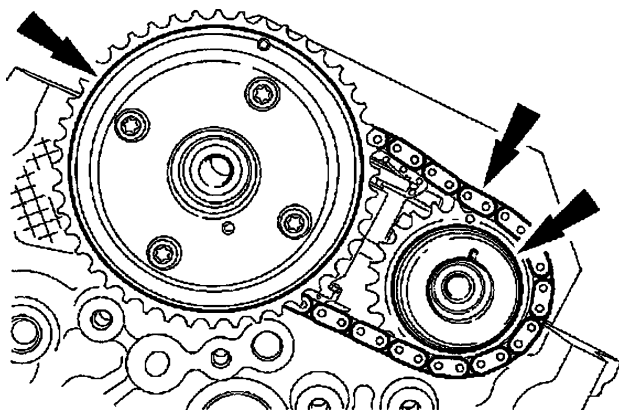

图 15-26 安装左侧次级正时链条
9) 把左侧次级正时链条安装到凸轮轴上, 如图 15-26 所示。